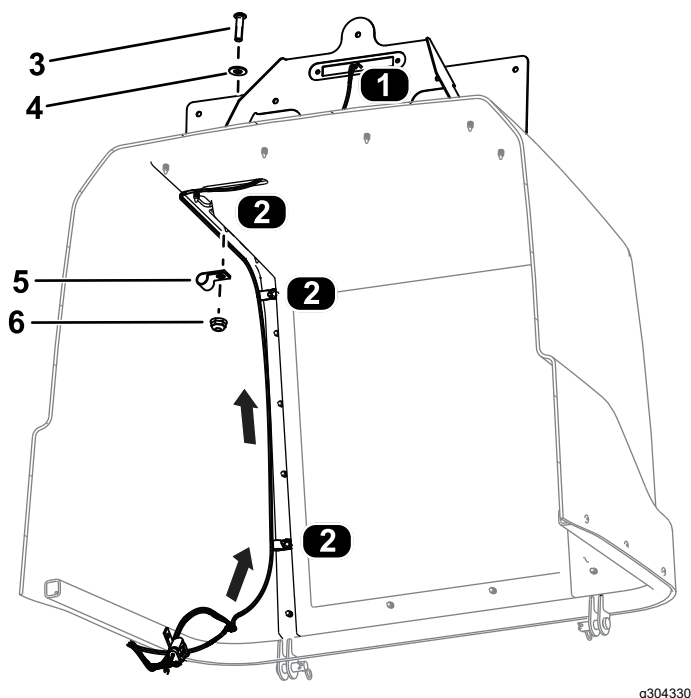

Figura 38
- Enrute el conector del arnés de cables marcado LICENSE LIGHT (J01, J02) a través del capó y conéctelo a la luz de la placa de matrícula (Figura 38).
- Fije el arnés de cables al capó con 3 tornillos allen (1/4" x 1"), 3 arandelas planas, 3 abrazaderas y 3 tuercas con arandela prensada (1/4"), tal y como se muestra en la Figura 38.